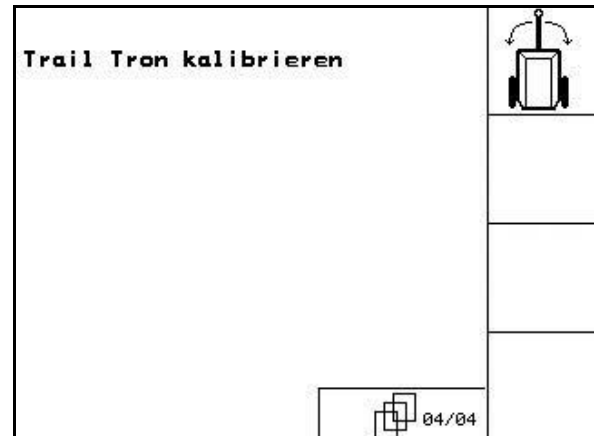

Fig. 23
**Página cuatro**  04/04 **(Fig. 23)**